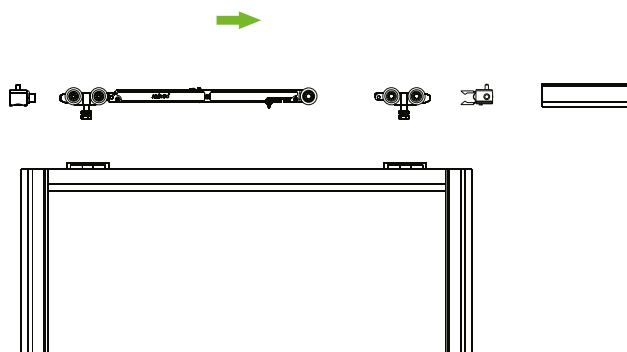

Рис.3
❸ Установите фурнитуру в верхнюю направляющую (рис. 3) и закрепите ее на стене или потолке.